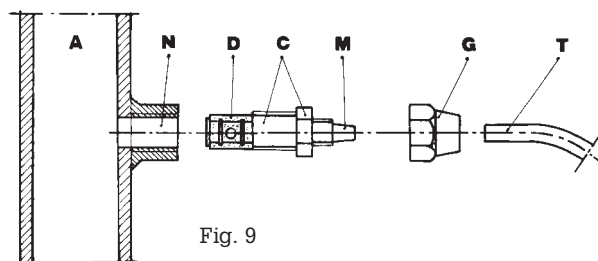

Fig. 9
- g.- Seleccione el punto de inyección más apropiado en la tubería de la instalación a tratar y coloque un empalme de 3/8 " gas hembra. Este empalme no viene con la bomba. Enrosque la válvula de inyección en el empalme con la junta de impermeabilización de Teflón Fig.9. Conecte el tubo de la junta cónica de la válvula de inyección y asegúrelo con la abrazadera G correspondiente. La válvula de inyección es también una válvula estática.
3.1 -ESQUEMA DE MONTAJE DE LA VÁLVULA DE INYECCIÓN FIG. 9